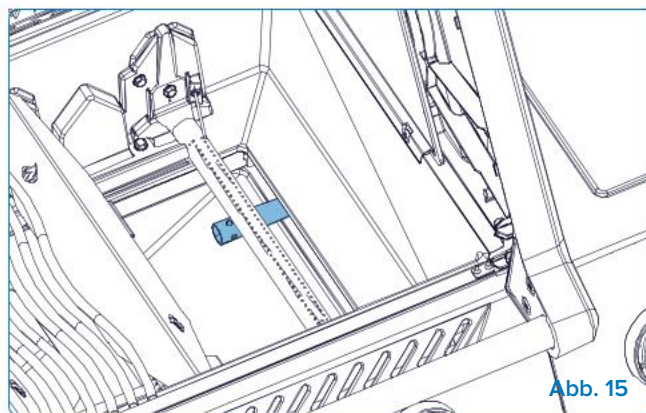

Abb. 15
5. **Das Auslassrohr des Smokers** – kann zum Reinigen abgeschraubt werden – stecken Sie einen Schraubendreher in die Öffnungen an der Spitze, um mehr Hebelwirkung zu erzielen (**Abb. 15&16**).